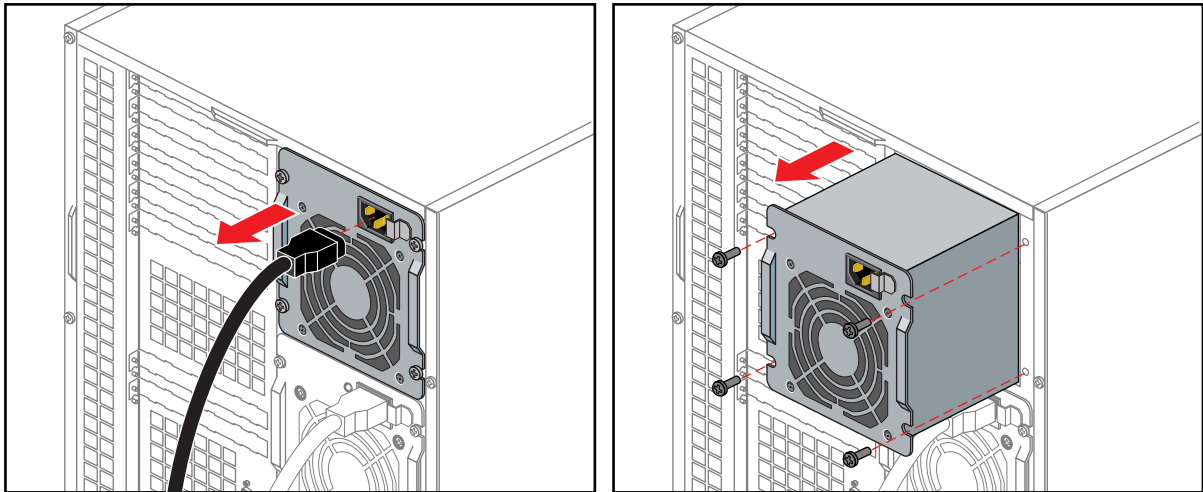

Abbildung 5-4 Entfernen eines Netzteils
3. Ziehen Sie das Netzteil gerade aus dem Schacht, wobei Sie das Netzteil an den vorstehenden Kanten halten (Beispiel siehe Abbildung 5-4).